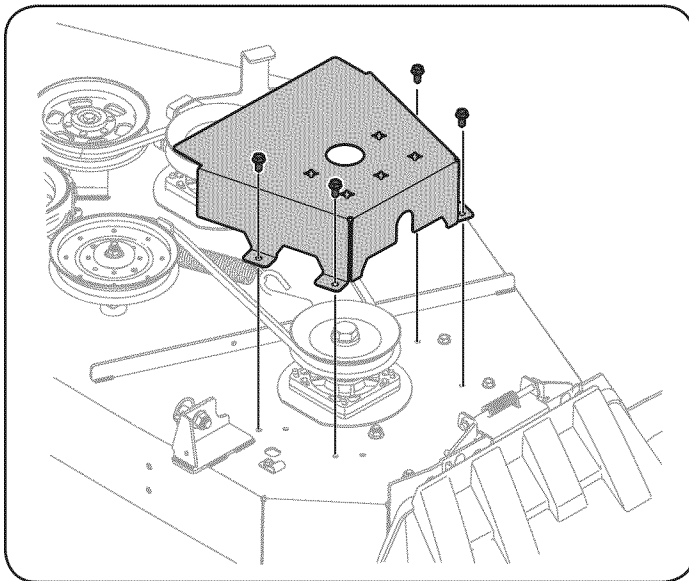

Figura 37
2. Retire los tornillos de arandela hexagonal que sujetan las cubiertas de las correas a la plataforma. Vea la Figura 37.
5. Instale la nueva correa alrededor de las poleas del husillo tal como se muestra y reinstale las cubiertas de las correas. Vea la Figura 37.